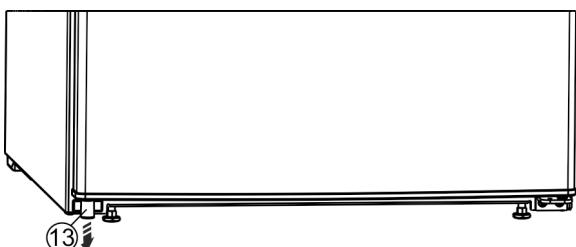

Fig. 14 *
- Spodaj levo iz vrat vzemite distančnik Fig. 14 (13).*